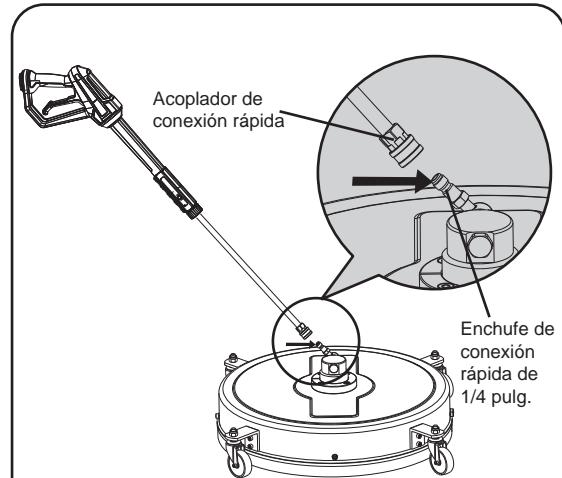

Figura 1
2. Fije el enchufe de conexión rápida de 1/4 pulg. de la limpiadora de superficies en el extremo de la varilla del equipo de lavado con agua a presión (**consulte la figura 1**).